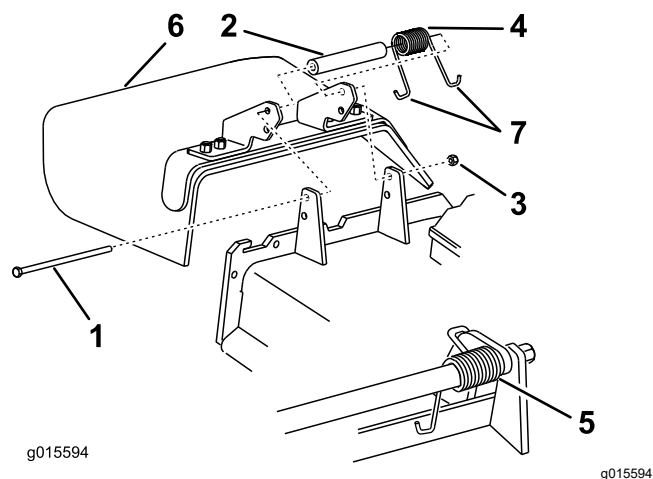

Figura 88
1. Retire la contratuerca, el perno, el muelle y el espaciador que sujetan el deflector a los soportes de pivote (Figura 88).
2. Retire el deflector de hierba dañado o desgastado (Figura 88).
Nota: Asegúrese de colocar un extremo con gancho en J del muelle detrás del reborde de la carcasa antes de instalar el perno, según se muestra en Figura 88.
6. Coloque 1 extremo en J del muelle alrededor del deflector de hierba (Figura 88).